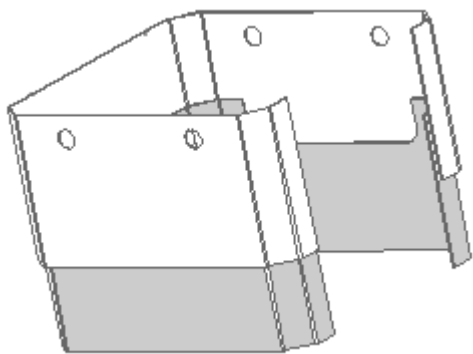

Figura 30: Cubiertas De Patas
2. Coloque la pieza más corta, con los cortes hacia arriba, dentro de la pieza más ancha, con la parte abierta de las dos piezas hacia atrás (*Figura 30*).
1. Quite las cubiertas de las patas deslizando la pieza exterior de la cubierta de la pata hacia abajo, desenganchando las muescas extruidas de la base de aluminio (vea la *Figura 30*).